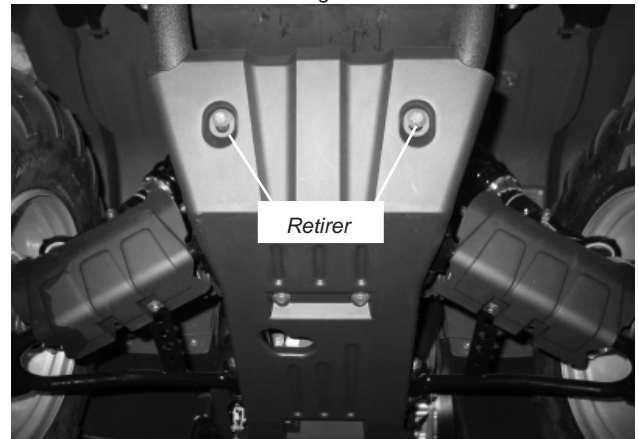

Figure 2
2. Retirer les quatre boulons qui retiennent le devant de la plaque de protection au châssis du VTT. (Figure 2)